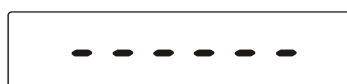

Рисунок 24. Отображение на дисплее ошибки переполнения веса.
7.1.1.3 Если масса товара превышает величину $Max+9e$, на дисплее отобразятся пунктирные линии (см. Рисунок 24), что означает ошибку переполнения веса. Для устранения ошибки уменьшите груз на платформе.
7.2.1.3 Если масса товара превышает величину $Max+9e$, на дисплее отобразятся пунктирные линии (см. Рисунок 24), что означает ошибку переполнения веса. Для устранения ошибки уменьшите груз на платформе.